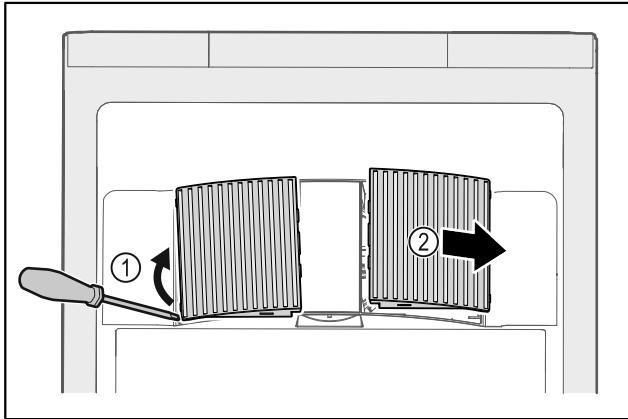

Fig. 200
- ▶ Bänd försiktigt loss flätkåporna på sidan Fig. 200 (1) och ta av dem framåt Fig. 200 (2).